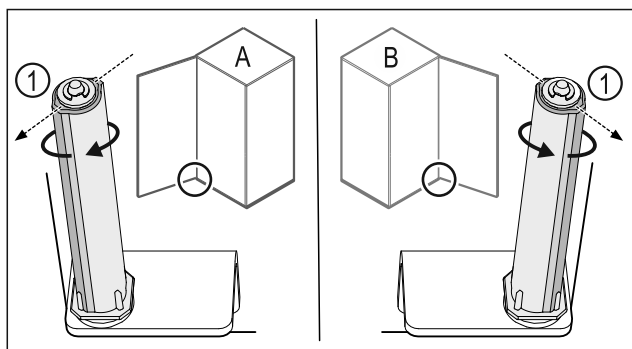

Fig. 38 Vasakpiiraja (A) / parempiiraja (B)
- Keerake sulgemissüsteemi vastu takistust, kuni sulgemissüsteemi vahetugi Fig. 38 (1) on suunatud väljapoole.